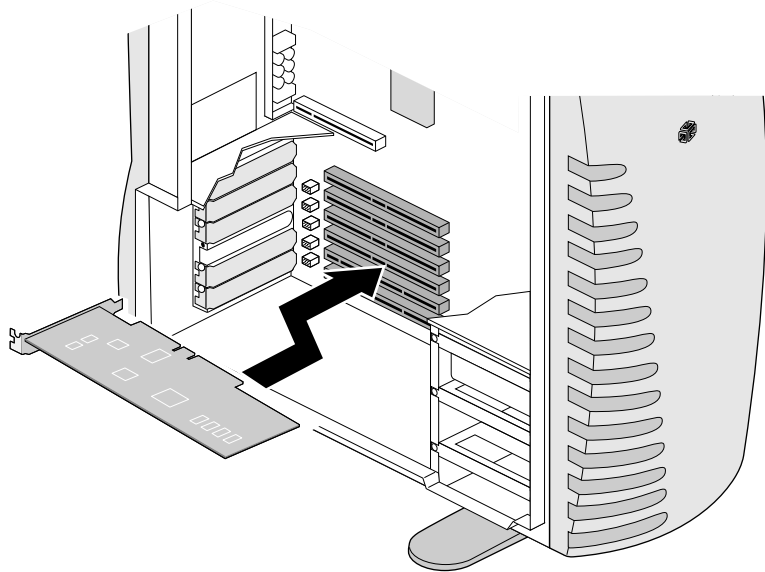

Abbildung 5-3 Einsetzen einer PCI-Karte
9. Drehen Sie die PCI-Platine herum, so daß sich der Anschluß auf der linken Seite befindet. Siehe Abbildung 5-3.